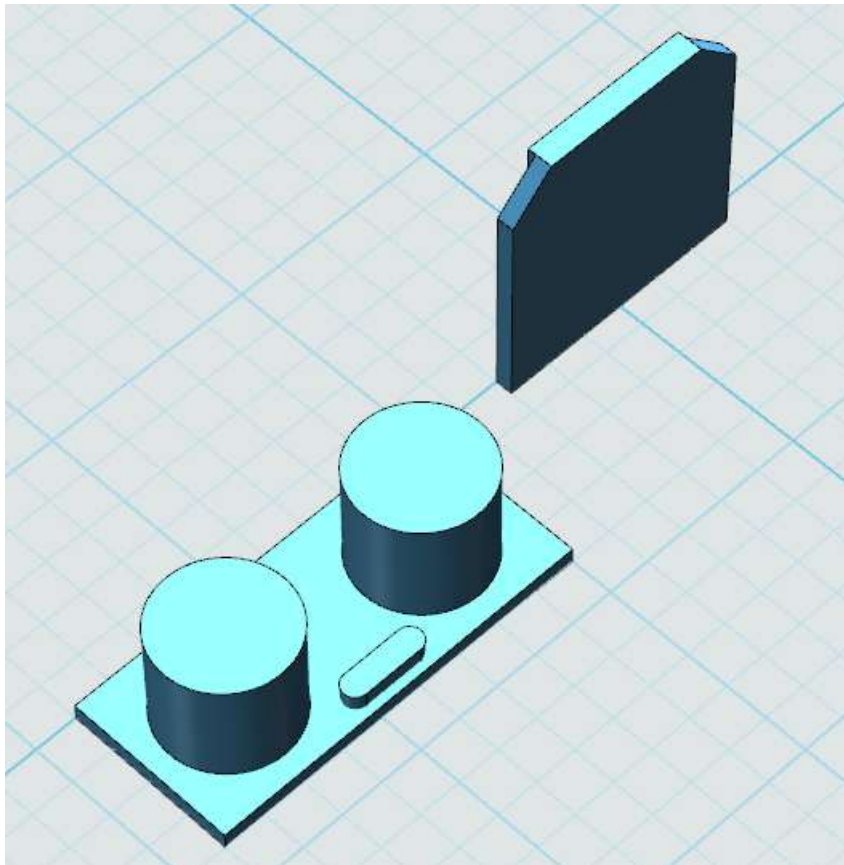

图 10-15
7.绘制完成后，点击草图选择拉伸命令，高度为 5。拉伸完成后，进行组合编辑配合。完成后如图 10-15 所示。